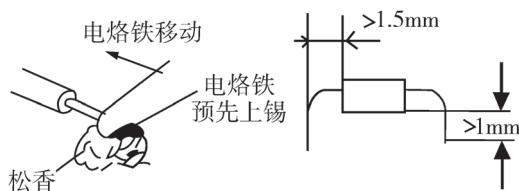
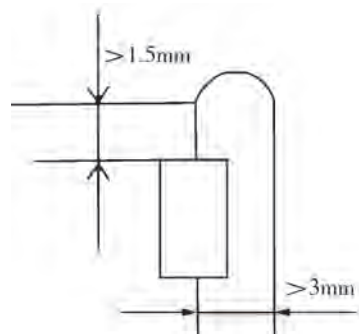

图3.20 元器件引线成形
图3.21 元器件的立式安装
(2) 引线加工。为了使元器件排列整齐、美观，需要对元器件的引线进行加工，使元器件引线成形如图3.20所示。元器件引线成形应注意以下几点：
卧式安装时，元器件与印制板的间距应大于 1mm，同时引线不要齐根弯曲，一般应留 1.5mm 以上，弯曲不要成死角，圆弧半径应大于引线直径的 2 倍，如图3.20所示。工艺成形后，在焊接时应尽量保持排列整齐，同类元器件的高度要一致。立式安装时，弯曲一端的引脚要留出 1.5mm 以上的余量，元器件的高度不应超过电路板上最高的元器件，元器件两脚间距要大于 3mm，如图3.21所示。焊接时应尽量保持排列整齐，同类元器件的高度要一致。